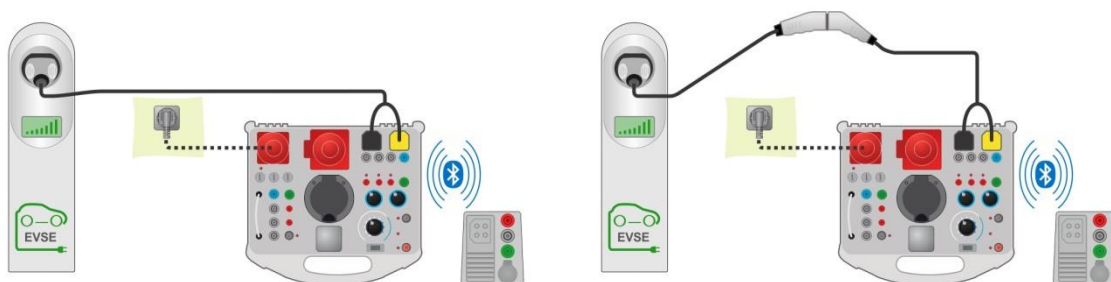
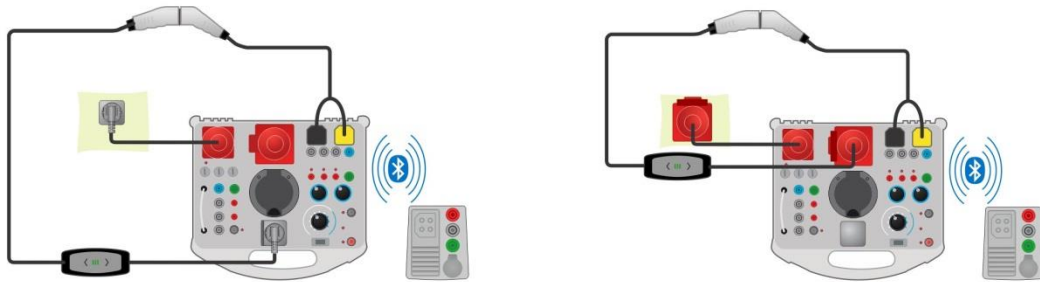
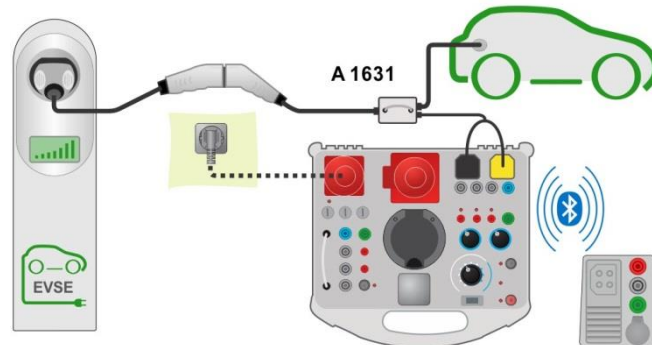

Abbildung 7.84: Diagnoseprüfung, EV Simulation und Fehler-Unterprüfungen - Anschluss an EVSE
Abbildung 7.85: Diagnoseprüfung, EV Simulation und Fehler-Unterprüfungen - Anschluss an Mode 2 Ladekabel, das vom Analyser gespeist wird
Abbildung 7.86: Diagnoseprüfung (EVSE) - Monitor- Unterprüfungen - Anschluss an EVSE oder Ladekabel
- › Schließen Sie das Ladekabel / die Ladestation an den A 1632 eMobility Analyser an. Siehe **Abbildung 7.84**, **Abbildung 7.85** und **Abbildung 7.86**. Detaillierte Informationen finden Sie in der **A 1632 E Mobility Analyser Bedienungsanleitung**.